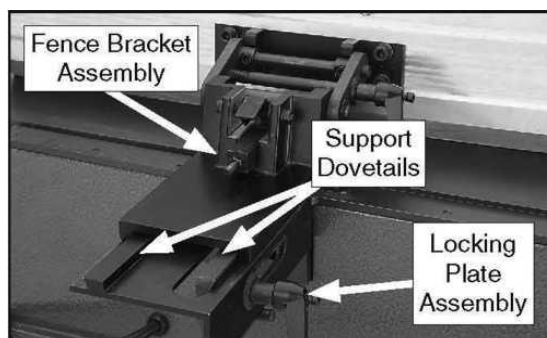

Рисунок 15. Крепление кронштейна параллельного упора.
6. Наденьте кронштейн параллельного упора на опорные направляющие, как показано на Рис.15.